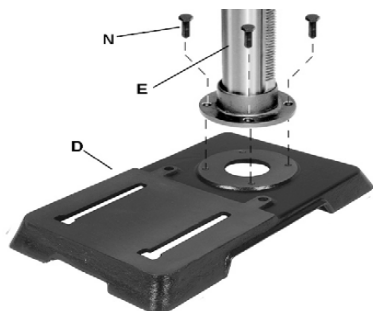

Рис. 5
См. Рис. 5:
2. Поверните бабку так, чтобы боковые стороны *крышки ременной передачи* (A1) располагались параллельно боковым сторонам *основания* (D, Рис. 5).